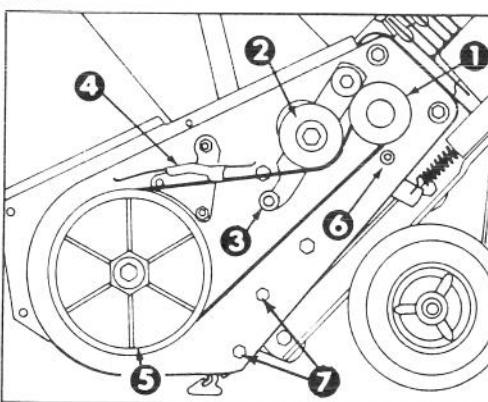

Fig. 14
3. **RIMOZIONE DELLA CINGHIA** (Fig. 14) — Spingete verso il basso la puleggia tendicinghia per sfilare la cinghia dalla puleggia della coclea, dal gruppo freno e dalla puleggia motrice.
4. **MONTAGGIO DELLA CINGHIA** (Fig. 14) — Avvolgete la cinghia attorno alla puleggia motrice, sotto la puleggia tendicinghia, sopra al rullo, attraverso il gruppo freno ed attorno alla puleggia della coclea.